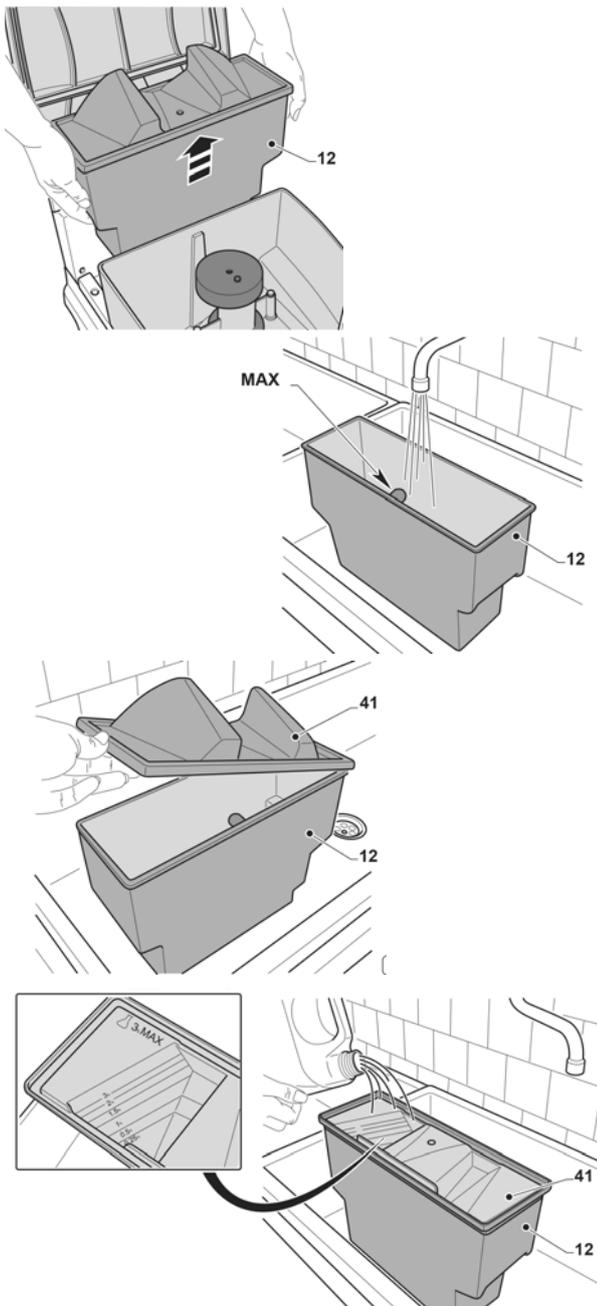

Abb. 18: Befüllen des abmontierten Tanks
Schritt 1: Heben Sie den Tank (Pos. 12, Abb. 18) an und nehmen Sie ihn aus der Maschine.
Schritt 2: Stellen Sie den Tank in ein Waschbecken und entfernen Sie den Deckel (Pos. 41, Abb. 18).
Schritt 4: Legen Sie den Deckel (Pos. 41, Abb. 18) mit dem Deckel nach unten auf den Tank (Pos. 12, Abb. 18) und schütten Sie Flüssigreiner in den Deckel (Pos. 41, Abb. 18); um die Dosierung zu erleichtern, ist der Deckel innen mit einer gradierten Zeichnung versehen, die für die jeweilige Wassermenge im Tank die Reinigungsmittelmenge in % angibt.
Schritt 5: Drehen Sie den Deckel (Pos. 4, Abb. 18), legen Sie ihn über den Tank (Pos. 12, Abb. 18) und schütten Sie Flüssigreiner in den Tank.